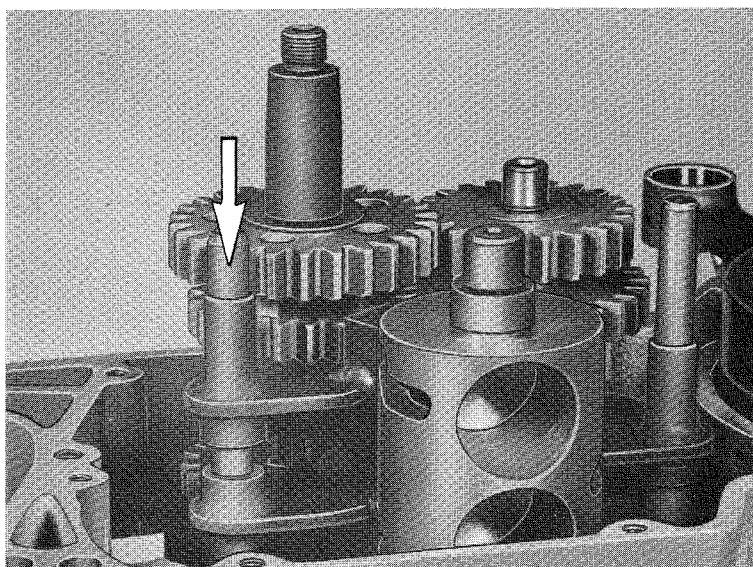

Fig. 22
22. Insert the rear shiftingfork shaft. See Fig. 22.